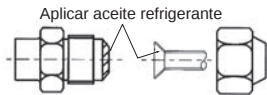

Fig. 7-2
- 3) Aplique aceite refrigerante en la superficie abocardada. (Fig. 7-2) Utilice la tuerca abocardada retirada de la Caja de derivación. Si se utiliza una tuerca genérica, ésta podría resquebrajarse. Para hacer la conexión, alinee primero el centro y apriete las primeras 3 o 4 vueltas de la tuerca abocardada con la mano.